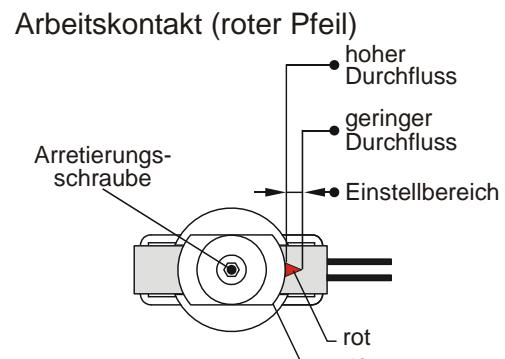
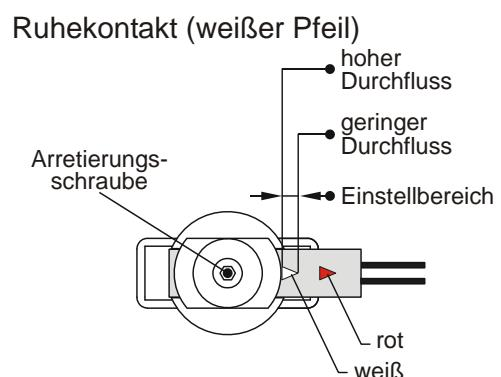

Abb. 18
Abb. 19
- ☞ Danach lösen Sie die Arretierungsschraube (Innensechskant SW2,5 bei Messing- und Edelstahlausführung bzw. Kreuzschlitz bei Kunststoffausführung) und verschieben die Schalteinheit so weit, dass bei gewünschtem Arbeitskontakt (→ Abb. 18) der rote bzw. bei Ruhekontakt (→ Abb. 19) der weiße Pfeil am Eingang der Führung der Schalteinheit sichtbar ist.